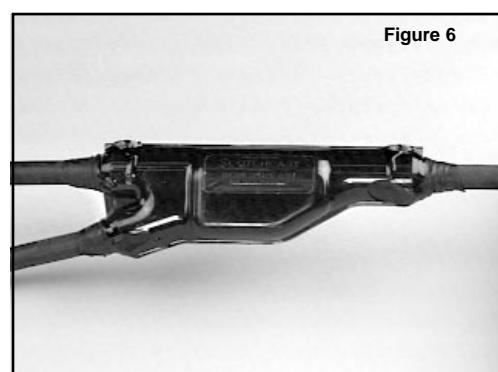

Figure 6
- 6.2 Mettre l'épissure en service une fois la résine durcie et refroidie. Couper le bec au besoin. (Voir la figure 6.)